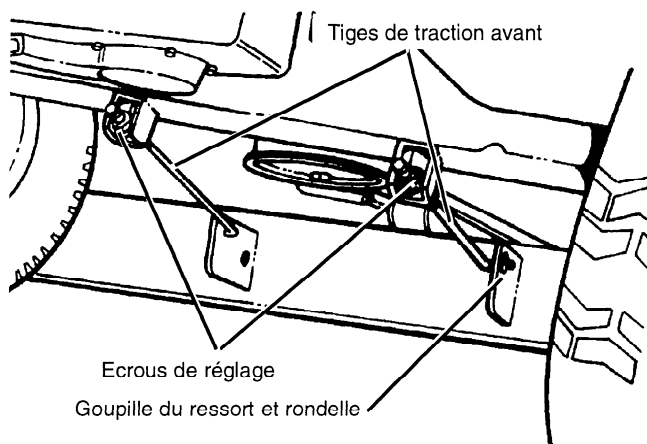

FIGURE 46
- Retirer les goupilles et les rondelles des deux tiges de traction de la tondeuse à l'avant du bloc tondeuse (voir Fig. 46).
- Fixer les tiges de traction à l'avant du bloc tondeuse avec des rondelles et des goupilles (voir Fig. 46).